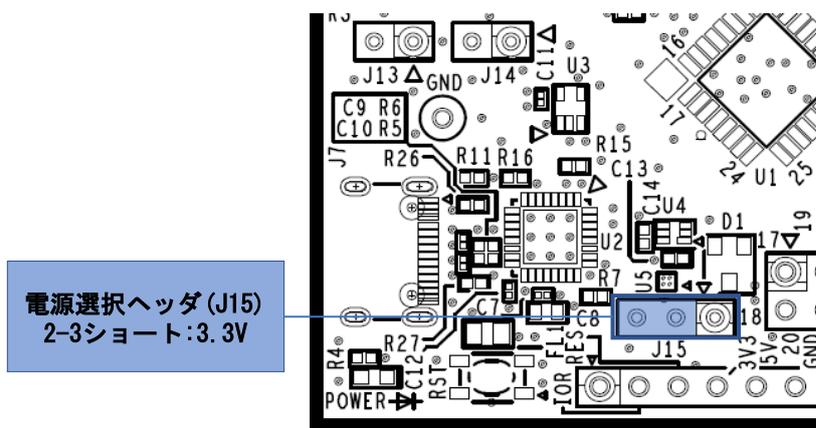

図 5-6: 3.3V 使用時のヘッド設定(部品面)
- ・ J15 2-3 ショート : 3.3V 電源を選択。(図 5-6)